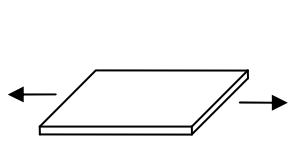

図 6-1-1 平面応力
**平面応力**とは、図 6-1-1 にあるとおり、薄板に面内方向の荷重が作用して面外の応力を無視できるものです。